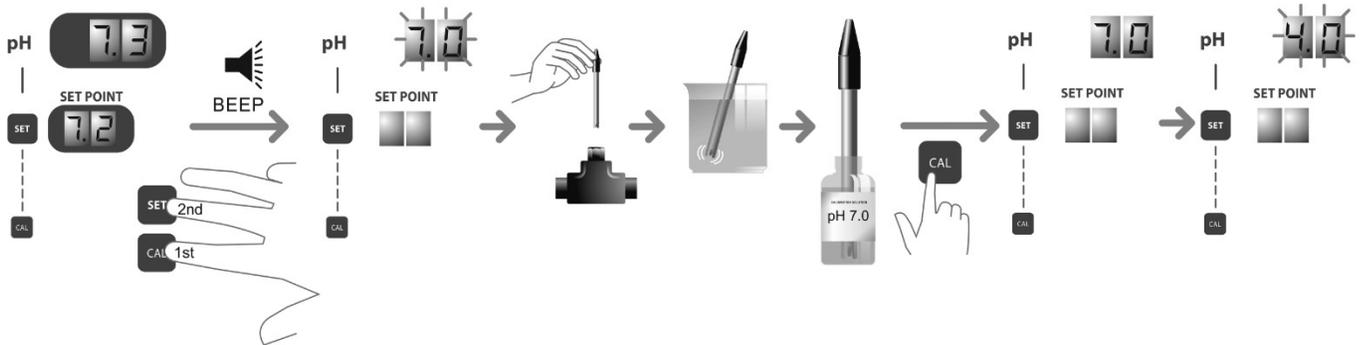

Abb. 15a
2. Drücken Sie gleichzeitig mehrere Sekunden lang die Tasten „CAL“ (Kalibrieren) [8] und „SET“ (Einstellung) [7], bis die obere Anzeige [5] blinkt und „7.0“ anzeigt (Abb. 15a).